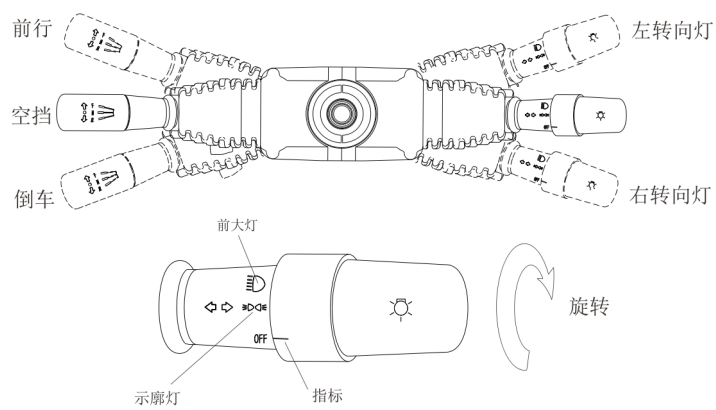

图 8-2.2 组合开关示意图
- (2) 踩住制动踏板后松开手刹，按要行驶的方向(前行或倒车) 拨动方向盘左侧组操作杆（图 8-2.2 所示）。
- (3) 慢慢地踩下加速踏板，直至要求的车速，行驶途中通过转动方向盘控制叉车行驶的路线。
- (4) 在操作过程中，叉车发生异常故障，需迅速切断电源，请按下座椅右侧红色紧急断电开关。
- (5) 叉车行驶转弯时，应降低车速，在可能的情况下，尽量不要急转弯，防止侧倾。
- (6) 叉车的满载爬坡度为 15%，故爬坡时需要了解坡度情况，叉车在爬坡时必须将加速踏板尽量踩下，才能取得最大的爬坡力。
- (7) 叉车在下坡过程中，松开加速踏板，踩下制动踏板控制车速以确保安全。